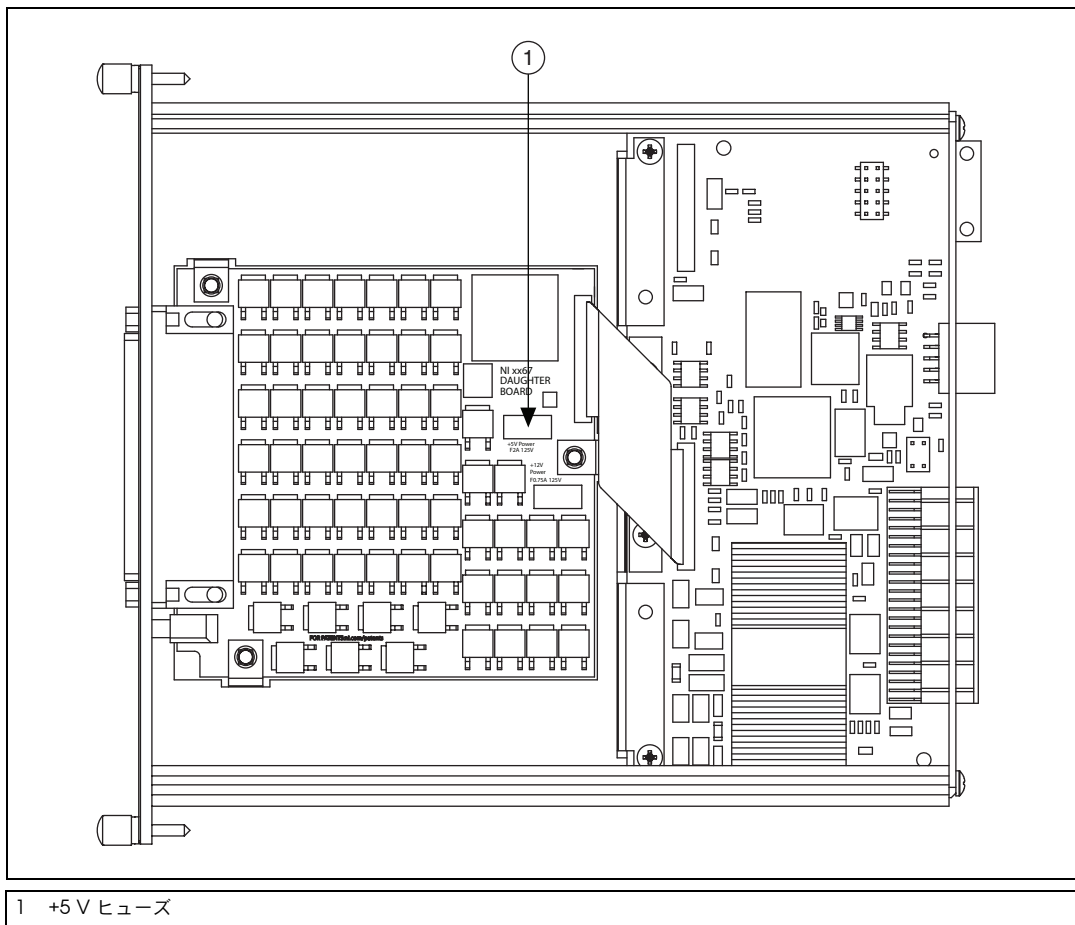

図 2 ヒューズの位置を示した NI SCXI-1167 ドーターボード図面
5. 切れたヒューズを交換します。ヒューズの位置は図 2 を参照してください。